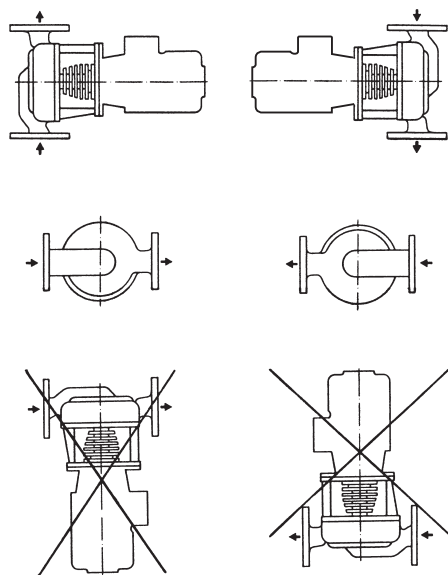

Fig. 7: Zulässige Einbaulagen
- Jede Einbaulage außer „Motor nach unten“ ist zulässig (siehe Einbaulagen Fig. 7).